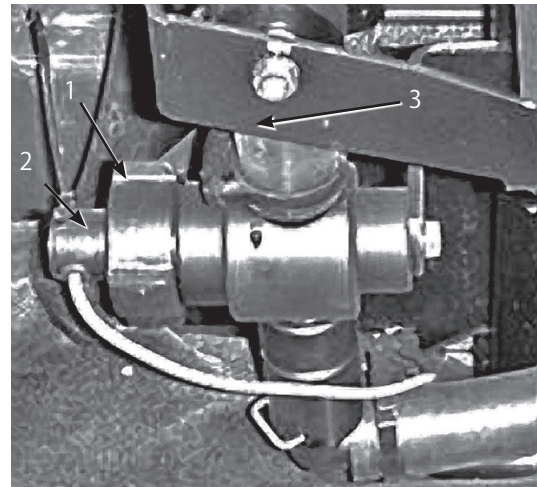

図59
1. フローメータのボディーについているリテーナ・キャップ (図59) を取る。